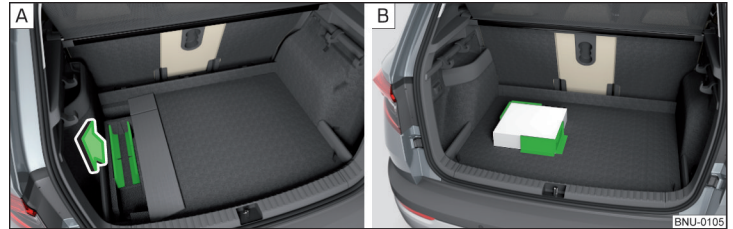

Abb. 150 Cargo-Elemente herausnehmen / Befestigungsbeispiel der Ladung
- Vor dem Gebrauch die Cargo-Elemente in Pfeilrichtung herausnehmen » Abb. 150 - **A**.
- Die Ladung mittels der Cargo-Elemente möglichst in der Nähe der Rücksitze befestigen » Abb. 150 - **B**.